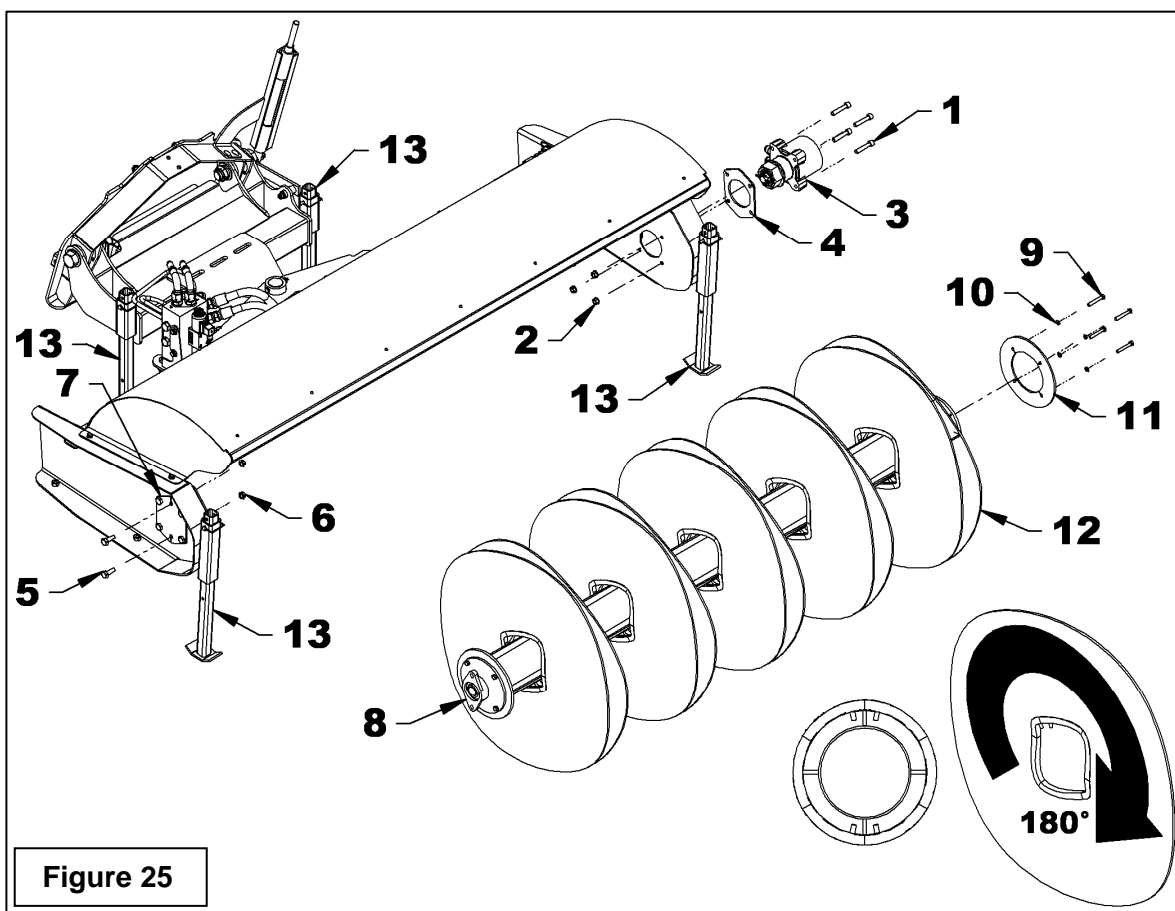

Figure 25
Remplacement de la Brosse (Figure 25)
10. Glisser les nouvelles brosses (item 12) sur le support de brosses (item 8) en alignant les guides de chaque côté des tubes du support de brosses et en tournant chaque brosse de 180° (voir figure 25).
11. Secouer les brosses (item 12) avant de poser la plaque de retenue (item 11) afin de les compacter.
12. Réinstaller la plaque de retenue (item 11) et fixer en place à l'aide des quatre boulons hex. 3/8" NC x 2 1/2" et les quatre rondelles de blocage (items 9-10). Il ne doit y avoir aucun écart entre les brosses une fois la plaque de retenue installée.
13. Glisser le support de brosses (item 8) sous le couvert de brosse.